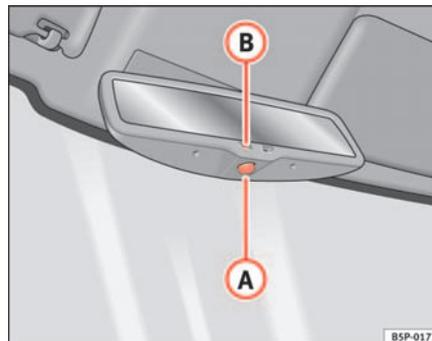

Fig. 88 Rétroviseur intérieur avec réglage automatique de position anti-éblouissement.
- Appuyez sur la touche **A** ⇒ fig. 88. Le témoin **B** s'éteint.
- Appuyez sur la touche **A** ⇒ fig. 88. Le témoin s'allume.